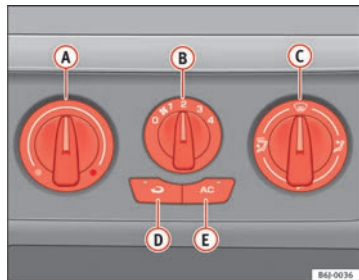

Abb. 94 In der Instrumententafel: Bedienelemente Klimaanlage
- Mit den Reglern  $\Rightarrow$  Abb. 94 **A** und **C** und mit dem Schalter **B** stellen Sie die Temperatur, die Gebläsestufe und die Luftverteilung ein.